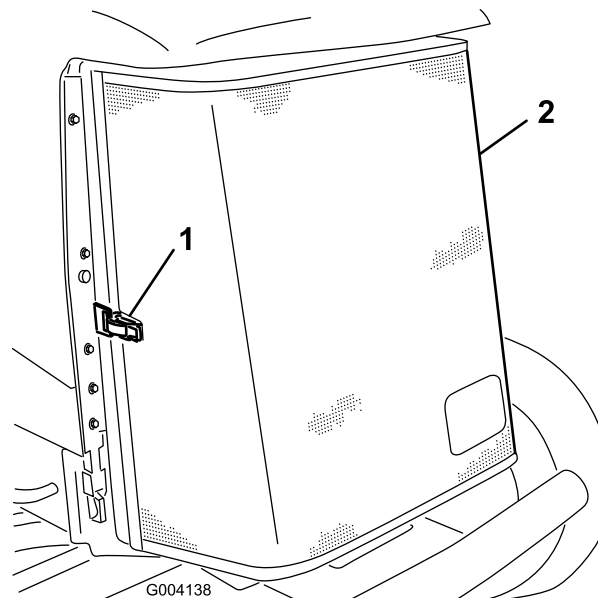

Figura 62
3. Sbloccate il morsetto e aprite la griglia posteriore (Figura 62).